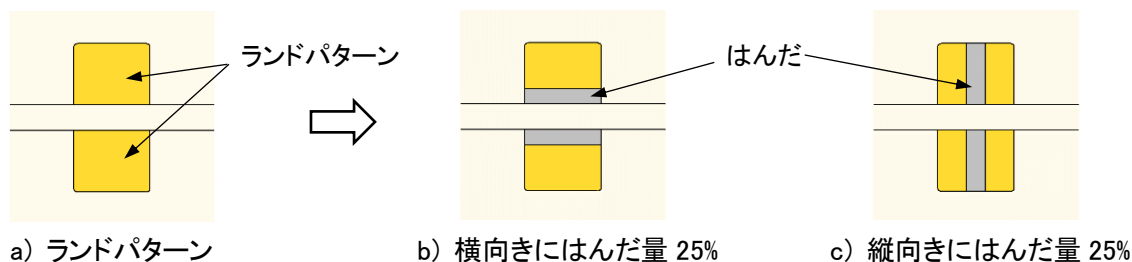

図 11. はんだ量が少ない状態の再現検証
- ・試験方法: 粘着テープを使用してはんだの印刷領域を制限し、異なるはんだ面積 (ランドパターンの 25～100%) 下で $R_{\theta JA}$ と T_J について測定。(図 11 参照)